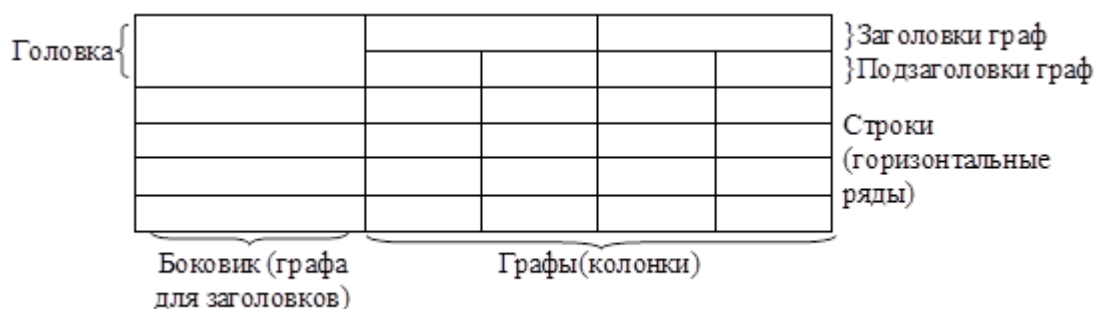

Рисунок 1 - Пример оформления таблицы
Если рисунок один, то он обозначается «Рисунок 1». Слово «рисунок» и его наименование располагают посередине строки.
7.7 Иллюстрации, при необходимости, могут иметь пояснительные данные (подрисуночный текст). Слово «Рисунок» и наименование помещают после пояснительных данных и располагают следующим образом: Рисунок 1 - Детали прибора.